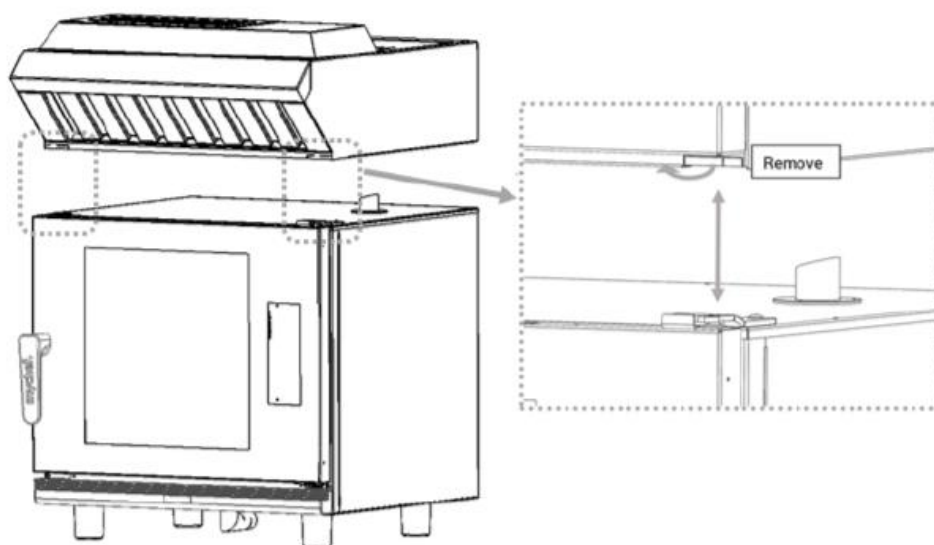

Figura 2. Encaje de la campana en la parte frontal
Paso 2 → Retirar el encaje en uno de los laterales de la campana (según el lado en el que se encuentre la bisagra del horno) para un correcto posicionamiento. (ver figura 2).